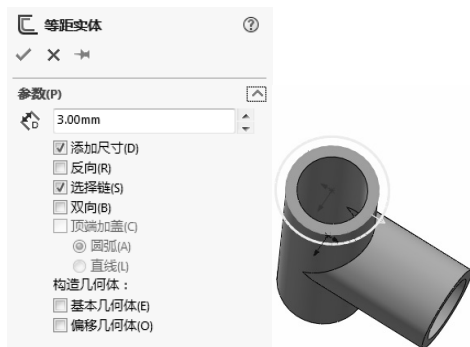

图 6-20 生成等距圆环
2) 生成等距圆。选择圆环的外侧边缘，单击“草图”控制面板中的（等距实体）按钮，在“等距实体”属性管理器中设置等距距离为 3，方向向外，单击（确定）按钮，生成等距圆环，如图 6-20 所示。